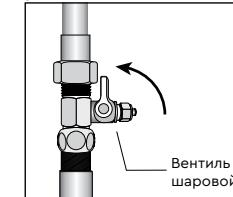

рис. 6.2
- Откройте кран для чистой воды для того, чтобы сбросить давление в водоочистителе (рис. 6.2 а).
- Закройте кран (рис. 6.2 б).